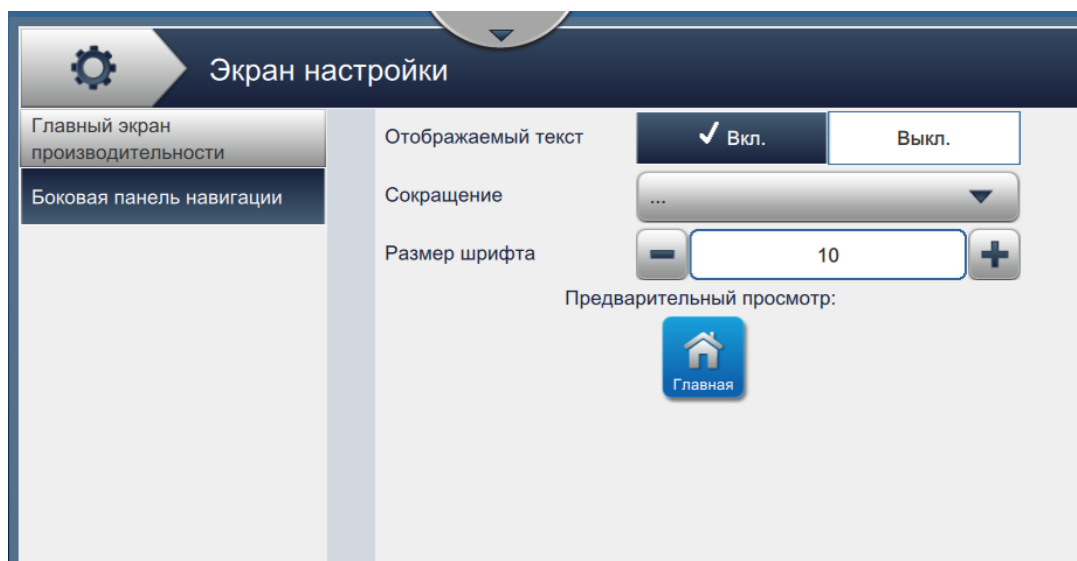

Рис. 6-21: Боковая панель навигации
3. Выберите параметр *Боковая панель навигации*, чтобы задать параметры текста на пиктограммах строки управления, как показано на Рис. 6-21.